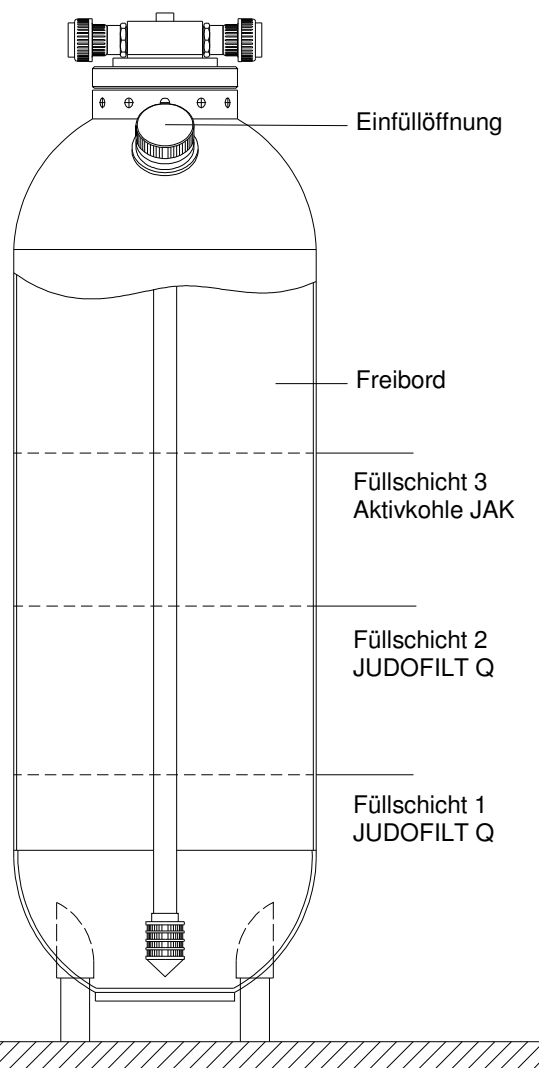

Abb. 3: Füllschema JEF-AK 6 K-M
3. Mitgeliefertes Filtermaterial einfüllen, Reihenfolge, Körnung und Menge nach Tab. 4 und Abb. 3 beachten.
5. Meterstab senkrecht durch die Einfüllöffnung bis an die Oberfläche des Filtermaterials führen und Freibordhöhe an der Unterkante der Einfüllöffnung ablesen (siehe Abb. 3).
4. Freibordhöhe (siehe Abb. 3) an der Unterkante der Einfüllöffnung vom Meterstab ablesen.